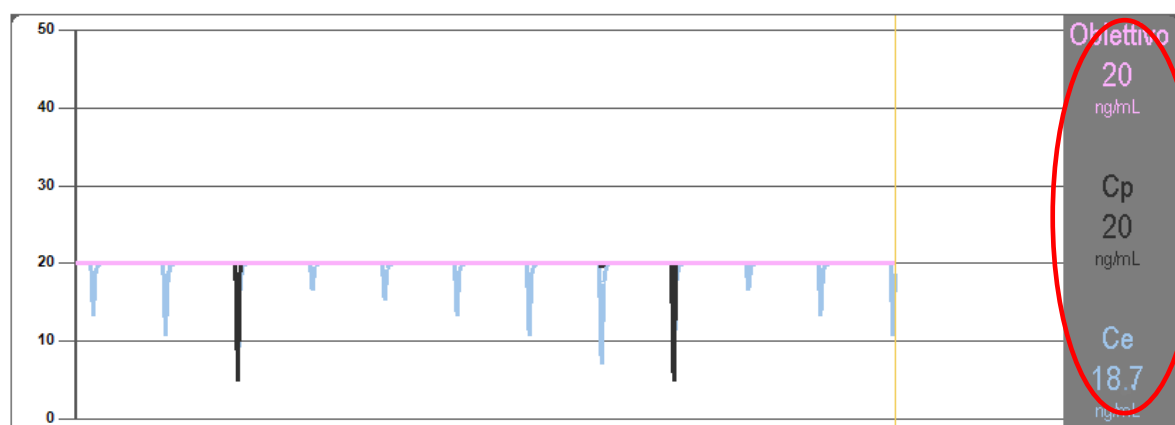

Fig 23
- se la pompa è impostata in modalità “farmacocinetica” sono mostrate tre righe sul grafico, corrispondenti a: 1) il valore target; 2) la concentrazione plasmatica; 3) la concentrazione “effect site”. Nei display a destra saranno mostrati i tre valori corrispondenti (Fig 23);